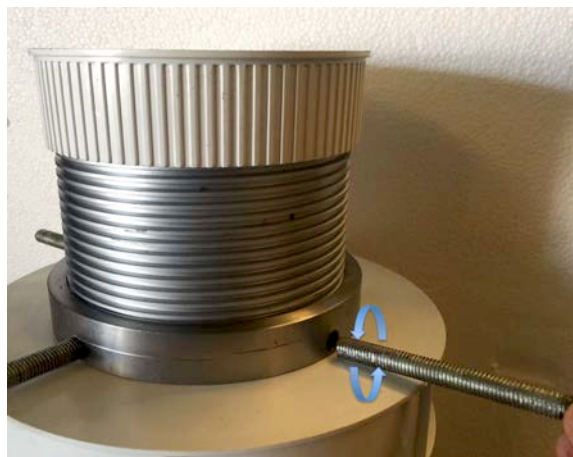

Figura 1
- **Cuerpo principal (4)**. Para el alojamiento de la puerta y seguridad externa de la caja.
- **Aro de Seguridad (5)**, se presenta ya montado en su posición adecuada, evitando la entrada de residuos y preparado para alojar a los ejes de seguridad (6).
- **Ejes de seguridad (6)**, se suministran 4 para su enroscado en el aro de seguridad, tal como se refleja en la Figura 1.
- **Cuerpo trasero (7)**, que establece el conjunto de alojamiento de la caja.